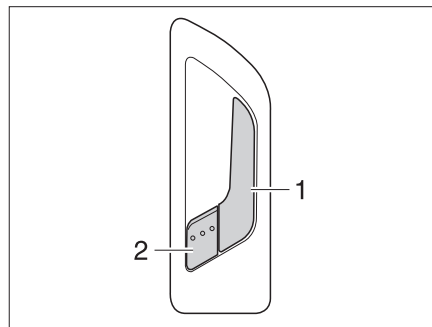

Fig. 47 Cerradura de la puerta de entrada, en el interior
- Tirar del tirador (Fig. 47,1). Se desbloqueó la cerradura de la puerta. La palanca de retención (Fig. 47,2) salta hacia fuera automáticamente.
- Presionar la palanca de retención (Fig. 47,2).